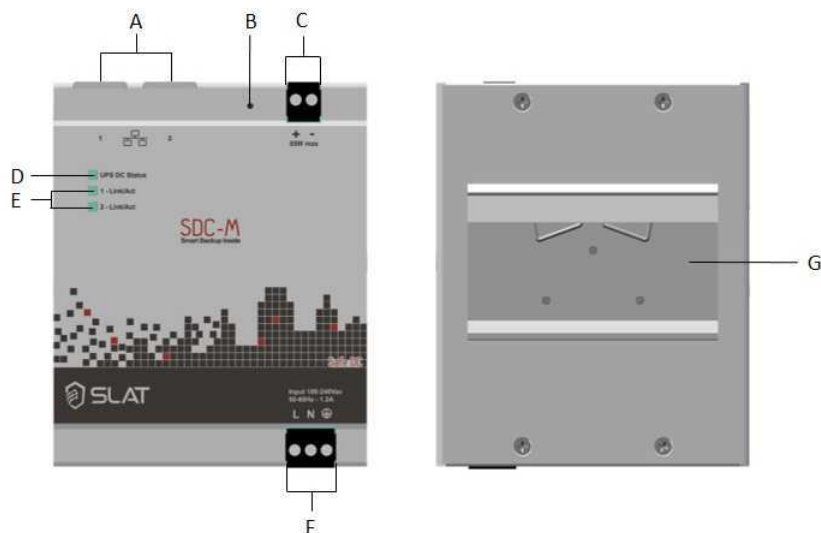

Figure 6.2: Vue du produit
- En cas de stockage prolongé ou déconnexion, couper le secteur et appuyer sur le bouton arrêt fonction secours (voir Figure 6.2 dans chapitre 6.4 : Bouton poussoir déconnexion backup).